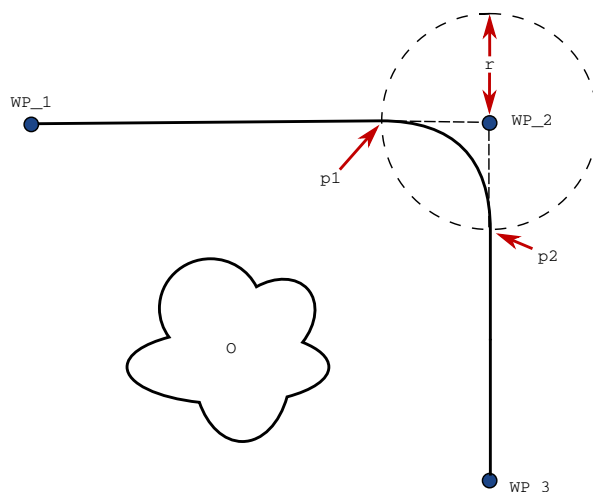

图 15.3: 与半径  $r$  在 WP\_2 上方交融，初始交融位置位于  $p1$ ，最后交融位置位于  $p2$ 。O 为障碍物。
**交融参数** 除了路点，还有多个参数将影响交融轨迹（参见图 15.3）：